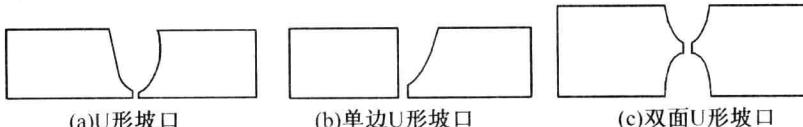

图1-6 U形坡口
c. U形坡口。U形坡口有单面U形坡口、单边U形坡口、双面U形坡口(如图1-6所示)。
当钢板厚度为 $20\sim60\text{ mm}$ 时,采用U形坡口[见图1-6(a)];当钢板厚度为 $40\sim60\text{ mm}$ 时,采用双面U形坡口[见图1-6(c)]。